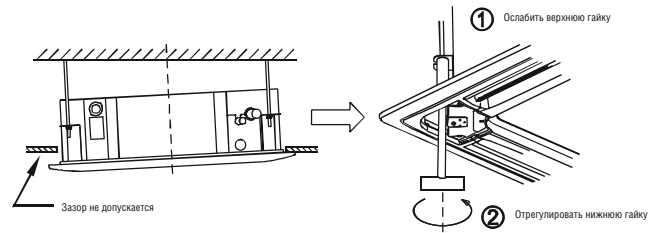

Рис. 5-15
- Если после затяжки винтов остался зазор между панелью и потолком, следует заново отрегулировать высоту расположения блока. (См. рис. 5-15, левый)